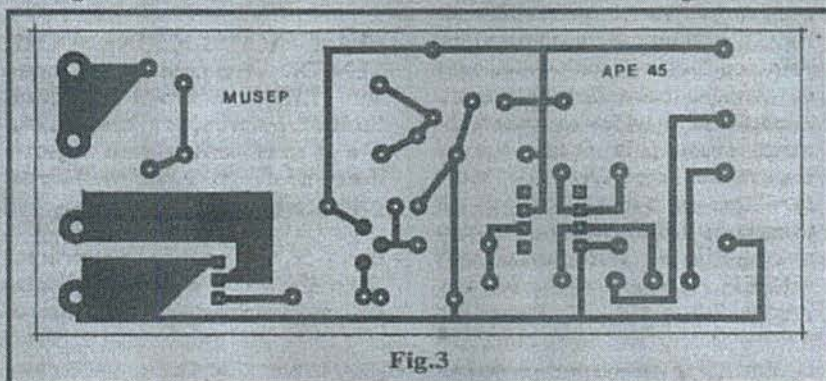

Fig. 3
- FIG. 3 - LAY OUT DO CIRCUITO IMPRESSO ESPECÍFICO - Apesar de tratar-se de um dispositivo de Potência, a ausência de relé (cuja função elétrica, no MUSEP, é exercida pelo TRIAC) e de transformador de força (substituído, no circuito, pela prática e pequena fonte interna, à reatância capacitiva...) permite manter as dimensões em parâmetros bem modestos... Com isso a plaquinha (em escala 1:1, na figura...) permanece pequena e simples, "descomplicando" bastante sua confecção, mesmo que o Leitor/Hobbysta ainda não seja um "macaco velho" no assunto... Bastará um pouco de cuidado e atenção, além do cumprimento dos preceitos enumerados nas INSTRUÇÕES GERAIS PARA